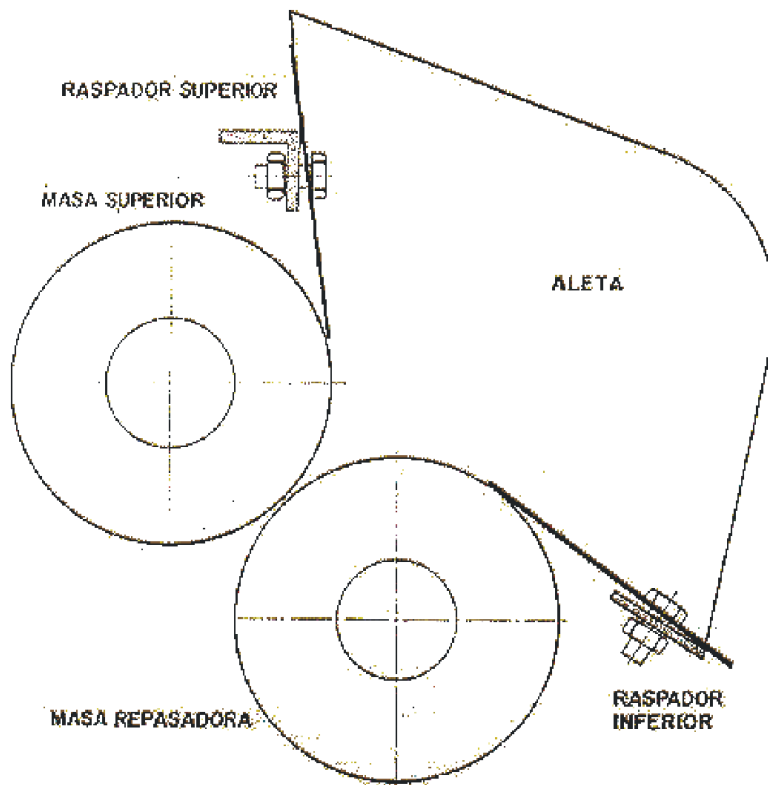

Figura 7. Posición correcta de las platinas raspadoras.
- Ajustar el guardamano de salida, graduando las latas raspadoras según la figura 7.
- Verificar que las platinas raspadoras estén en proceso de rayado y así obtener limpieza de la masa durante su futuro funcionamiento. Ver figura 7.